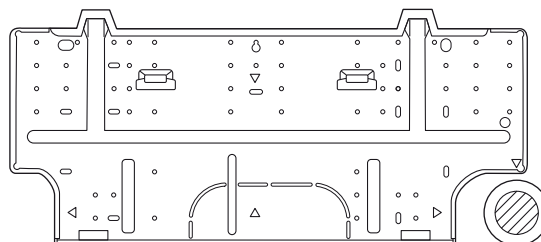

Abb. 13a
- (1) Die Rückwand mit den 8 mitgelieferten Schrauben an der Wand anbringen. (Abb. 13a oder 13b)